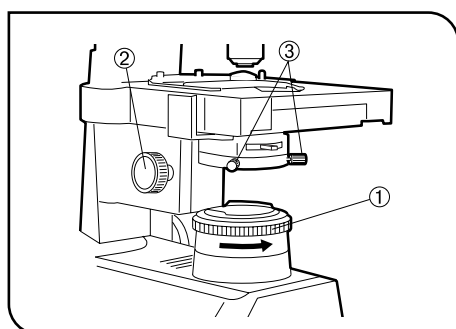

Fig. 15
1 Centrage du diaphragme de champ (Figures 15 & 16)
1. Une fois l'objectif 10X engagé et la mise au point sur la préparation effectuée, tourner la bague ① du diaphragme de champ dans le sens inverse des aiguilles d'une montre pour réduire l'ouverture du diaphragme à son diamètre minimum.
2. Tourner le bouton de réglage en hauteur ② du condenseur pour mettre au point l'image du diaphragme de champ.
3. Tourner les deux molettes ③ de centrage des lentilles auxiliaires de manière à centrer l'image du diaphragme de champ dans le champ d'observation des oculaires. (Figures 15 & 16)